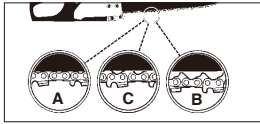

Fig. 6
⚠️ AVERTISMENT: Dacă lanțul este PREA SLĂBIT sau PREA STRĂNS va apare uzura prematură a pinionului, barei, lanțului și rulmenților arborelui cotit. Studiați Fig. 6 pentru informații legate de tensiunea corectă la rece (A), la cald (B) și pentru informații privind alte ajustări (C).